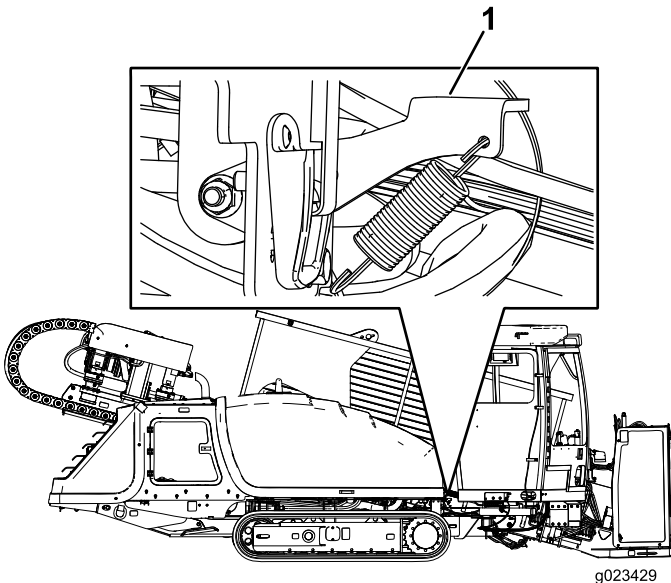
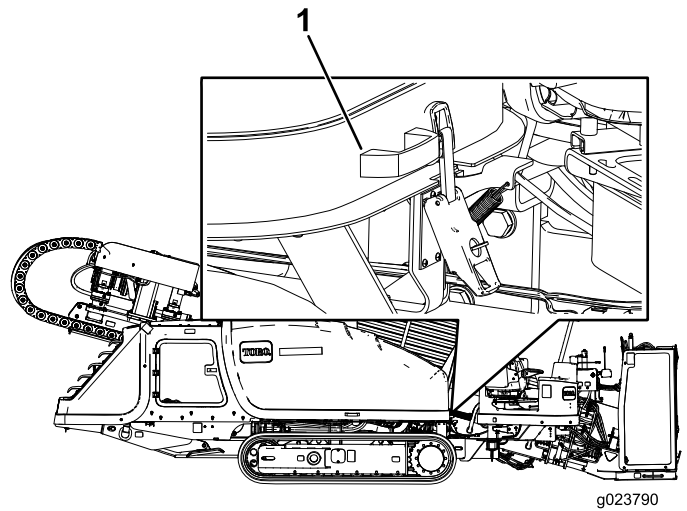

Figure 67
Figure 68
3. Relevez le verrou du capot, comme montré à la Figure 67.
4. Laissez le verrou du capot relevé (Figure 67) et tirez sur la poignée, comme montré à la Figure 68.